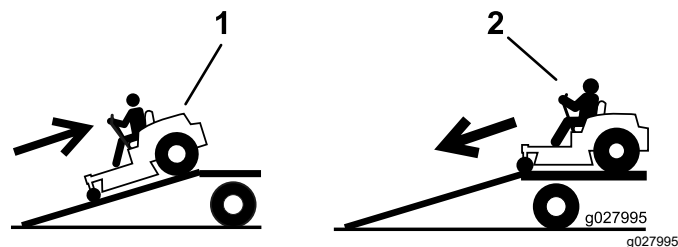

Figure 33
2. Descendez la rampe en marche avant (Figure 33).